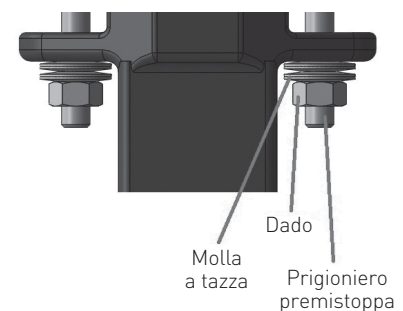

Figura 8 - Installazione del kit di packing
- Installare l'anello del packing antiestrusione (9), il kit di packing (10), il secondo anello del packing antiestrusione (9), l'anello di ritenzione dell'albero (11), le molle a tazza (15) e il premistoppa del packing (12) nel collo superiore del corpo della valvola (1). (Vedere Figura 8)
- Mantenere il gruppo del disco (2 - 7) in posizione chiusa, serrare i dadi del packing (16). I dadi sono stati serrati correttamente quando la piastra del premistoppa del packing (13) è a filo con la piastra superiore del corpo della valvola (1). Fare riferimento alla tabella sottostante per la coppia di serraggio dei bulloni.